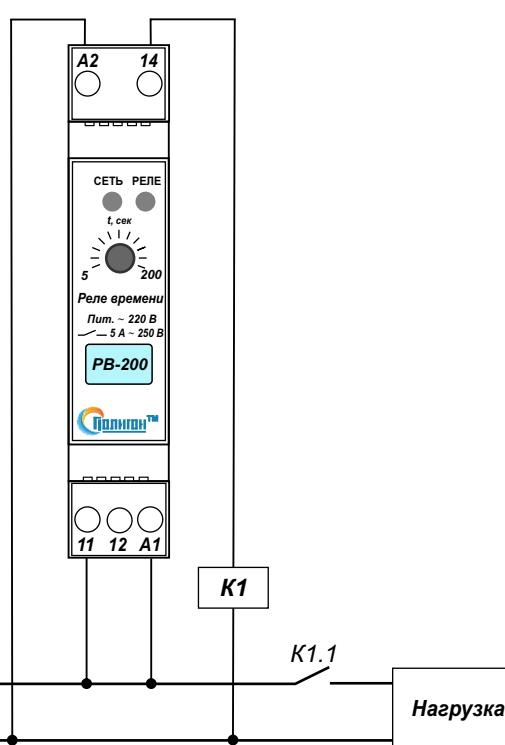

Рис.1. Типовая схема подключения реле РВ-200.
4.3. Произвести подключение входной контролируемой сети, цепей управления и сигнализации согласно маркировке (Рис.1.): A1, A2 — питание; 11 — переключающий контакт реле; 14 — нормально разомкнутый контакт